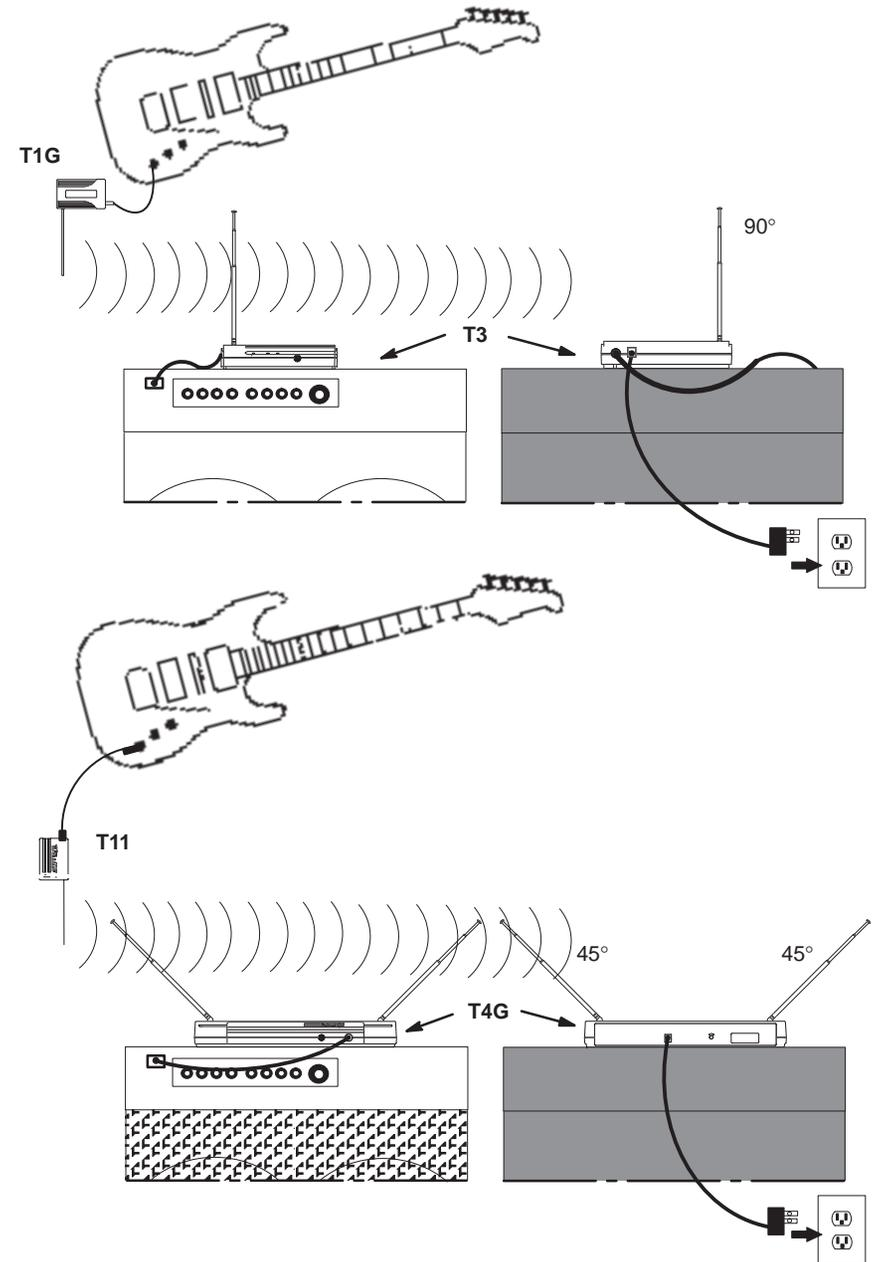

ABBILDUNG 8
2. Siehe Abbildung 8. Schließen Sie den Netzadapter an die Buchse DC INPUT des Empfängers und die andere Seite an eine Netzsteckdose an, wie in Abbildung 8 gezeigt (PS20 für 105...125 V~/60 Hz und PS20E für 230 V~/50 Hz). Die grüne POWER-LED am Empfänger sollte nun leuchten.